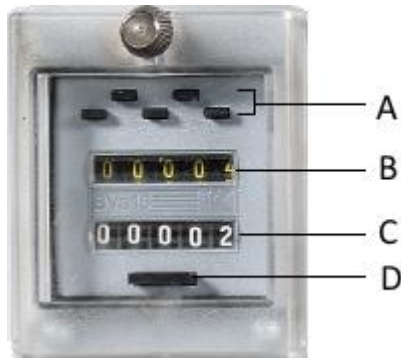

Рис.4
- Установите на счетчике необходимое количество резов, используя кнопки (А, рис.4). Заданное количество будет отображаться на индикаторе (В, рис.4). Произведенное количество резов отображается в окне (С). Кнопка (D) обнуляет счетчик.